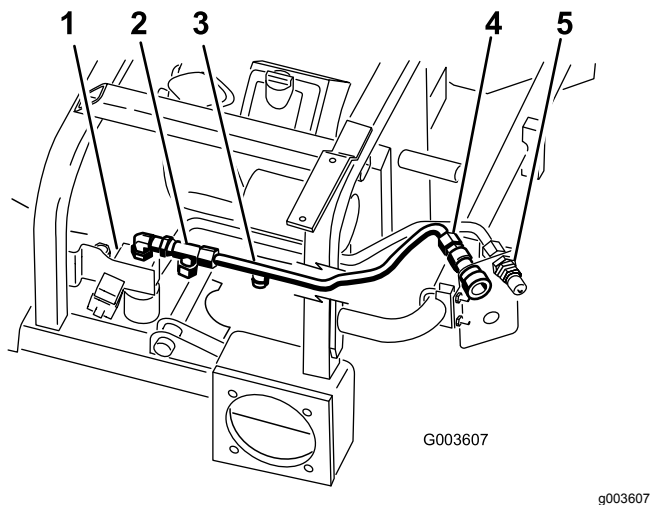

Figura 16
5. Posizionate il tubo idraulico numero 2 sulla macchina come illustrato in Figura 16.
6. Collegate il tubo idraulico numero 2 al raccordo a T collegato al gomito a 90° e alla parte superiore della valvola (Figura 16).
7. Collegate il tubo idraulico numero 2 all'accoppiatore femmina superiore (Figura 16).